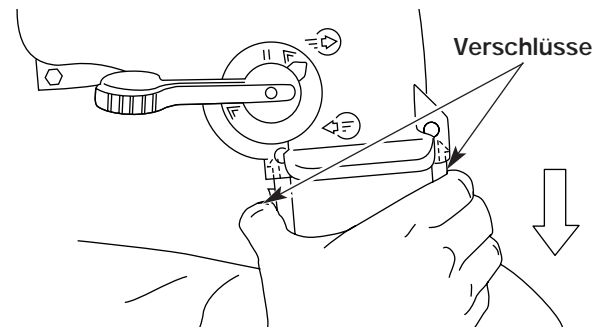

Abb. 20
1. Auf die Verschlüsse an beiden Seiten des Saugbeuteladapters drücken und den Saugbeutel vom Gerät abziehen (Abb. 20).